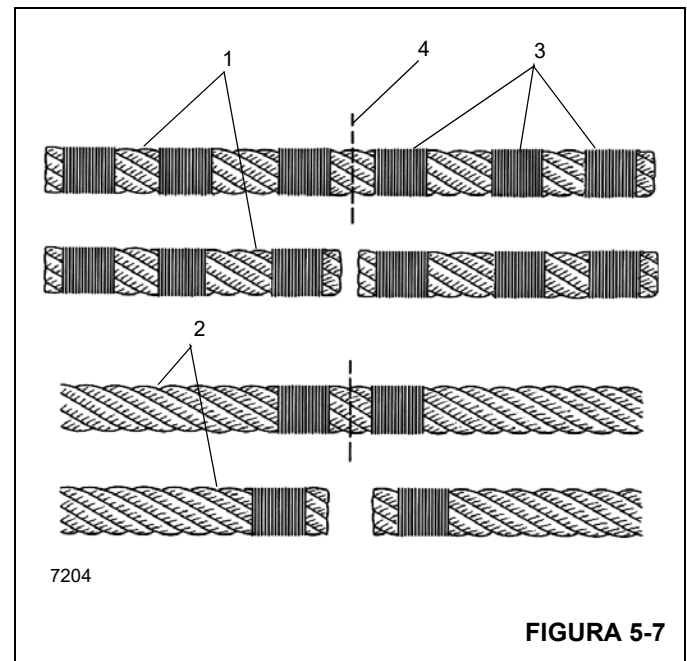

FIGURA 5-7
NOTA: Los cables no prefabricados (1) (Figura 5-7) deben tener tres sujeciones (3) ubicadas en cada lado del corte (4) comparado con el cable prefabricado (2).